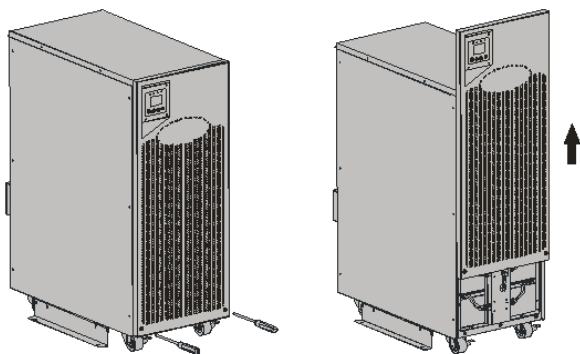

Figura 7: Rimozione del pannello frontale dell'UPS
1. Rimuovere il pannello frontale dall'UPS e staccare il cavo piatto dal display del pannello frontale (vedi Figura 7).